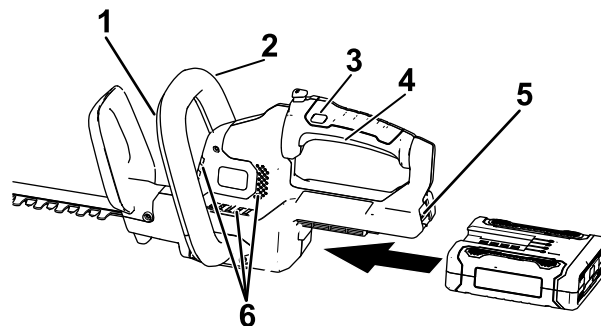

Figure 5
3. Alignez le creux de la batterie sur la languette dans le corps de la poignée, saisissez la poignée et poussez la batterie dans la poignée jusqu'à ce que le verrou s'enclenche en position (Figure 5).
4. Placez une main sur la poignée d'actionnement. Placez l'autre main sur la poignée auxiliaire (Figure 5).
actionnant le commutateur de poignée auxiliaire pour mettre le taille-haie en marche (Figure 5).
Le taille-haie reste en marche tant que vous appuyez sur le commutateur de poignée auxiliaire et la gâchette. Vous pouvez relâcher le commutateur de verrouillage une fois que le taille-haie est en marche (Figure 5).
Pour arrêter le taille-haie, relâchez la gâchette, le commutateur de la poignée auxiliaire ou les deux (Figure 5). Patientez au moins 5 secondes jusqu'à l'arrêt complet de la lame.